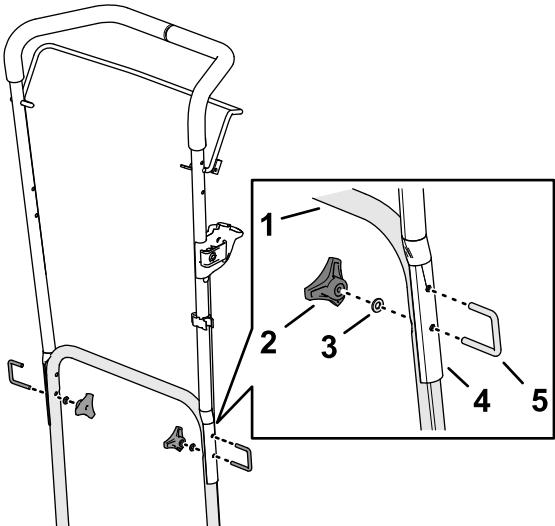

Figura 3
5. Remova os dois manípulos da pega, anilhas e parafusos em U que fixam a pega superior à pega inferior (Figura 3).
7. Usando as duas peças e os dois parafusos em U que retirou no passo 5, prenda a pega superior à extensão da pega (Figura 3).